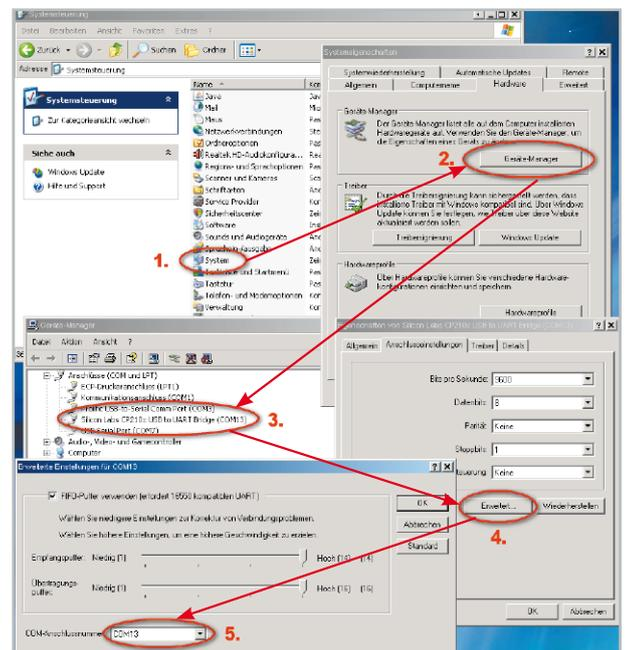

Bild 2: Hier erfolgt das manuelle Zuweisen eines virtuellen COM-Ports für den USB-Anschluss des USB-WDE1.
4. Nun ist im Windows-Gerätmanager zu prüfen, welcher COM-Port dem Gerät zugewiesen wurde. Dieser lässt sich im Gerätemanager über: „Eigenschaften“-> „Erweitert...“ ändern (siehe Abbildung 2).